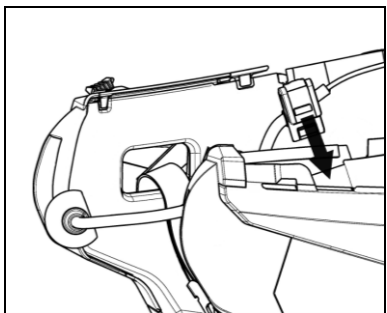

Fig. 8
- Placera kabeln inuti hjälmen och låt den högra fästklämman klicka i sätet (Fig. 8).